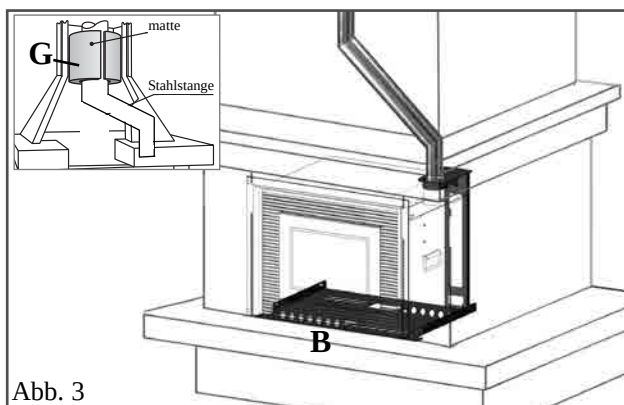

Abb. 3
4) Es ist **ZWINGEND VORGESCHRIEBEN**, das Gestell mittels der 4 Stk. mitgelieferten Dübel am Boden zu befestigen (B- Abb. 3).
Beachte: die Wände für eine korrekte Montage so positionieren, dass die Pfeile auf diesen nicht auf der Vorderseite, sondern beide auf der Hinterseite zu sehen sind. Außerdem müssen die Falze der Wände zur Vorderseite der Halterung zeigen (Abb. 3).